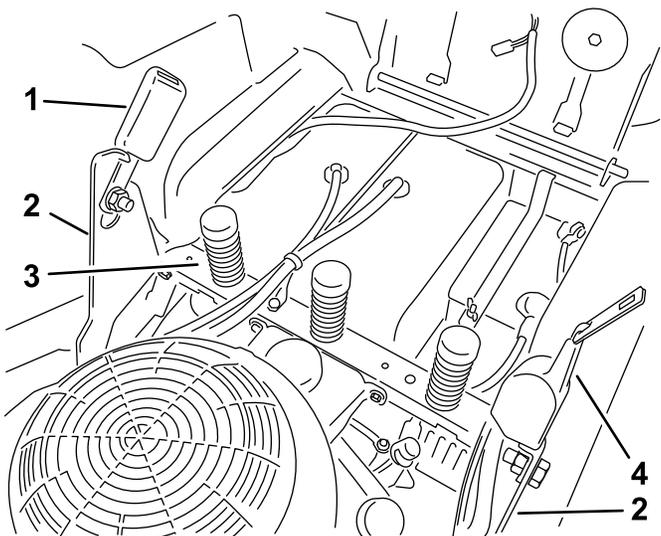

Figura 2
5. Togliete le 3 molle dal telaio della macchina (Figura 2).
6. Rimuovete dalle staffe l'attacco e il riavvolgitore preesistenti della cintura di sicurezza (Figura 2).